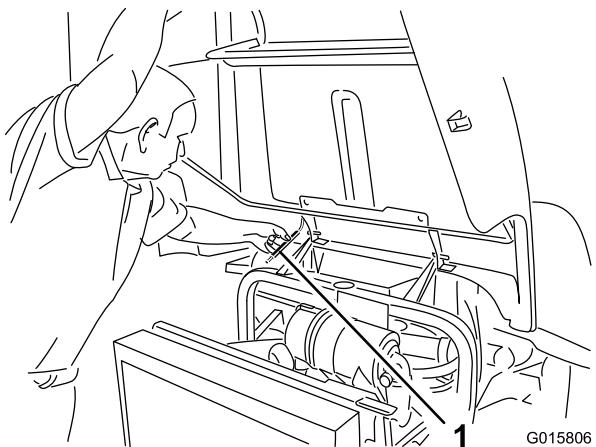

Рисунок 29
- Поднимите капот настолько, чтобы можно было поставить опорную стойку за трубой рамы (Рисунок 29).